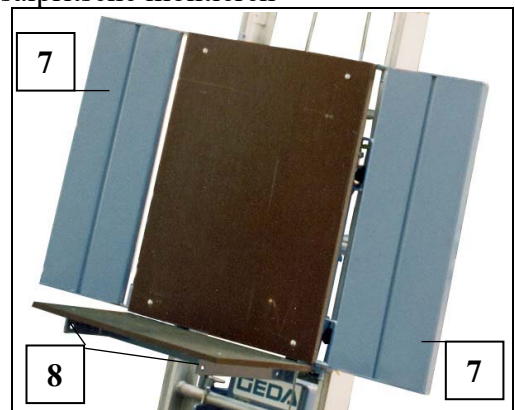

Fig. 44 Universalpritsche
- An beiden Seiten die äußeren Muttern (11) und Federringe der vormontierten Schrauben (M12 x 40) abnehmen.
- Frontschutz mit den Schrauben (10) an den vorderen Bohrungen der Tragprofile (siehe Pos. 8 Fig. 44) der Universalpritsche einfädeln.
- Federring und Mutter (11) an beiden Seiten montieren
- Beide äußere Muttern (11) festziehen.